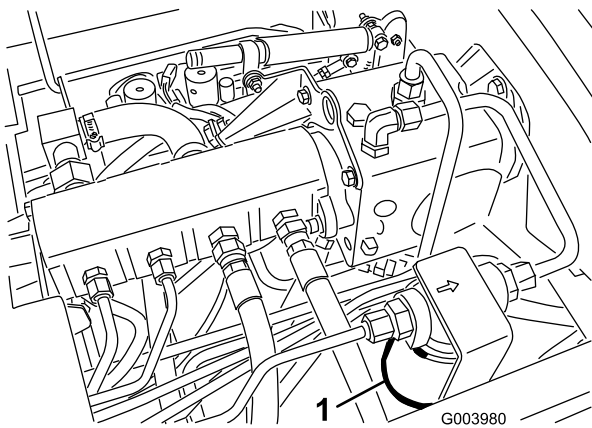
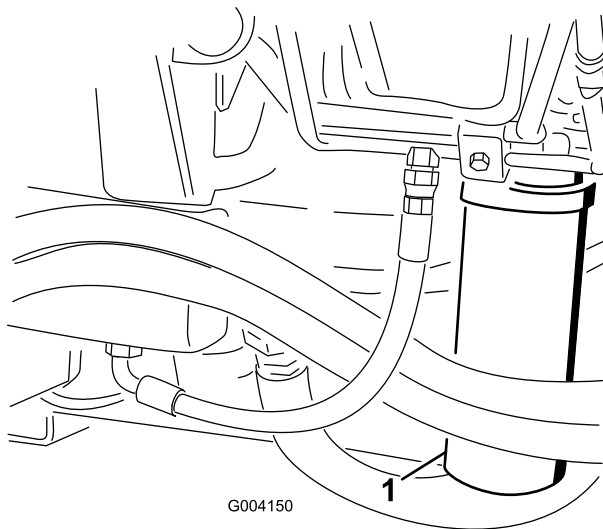

Figura 72
Figura 73
2. Limpie la zona alrededor de la zona de montaje del filtro y coloque un recipiente debajo del filtro (Figura 72 y Figura 73).